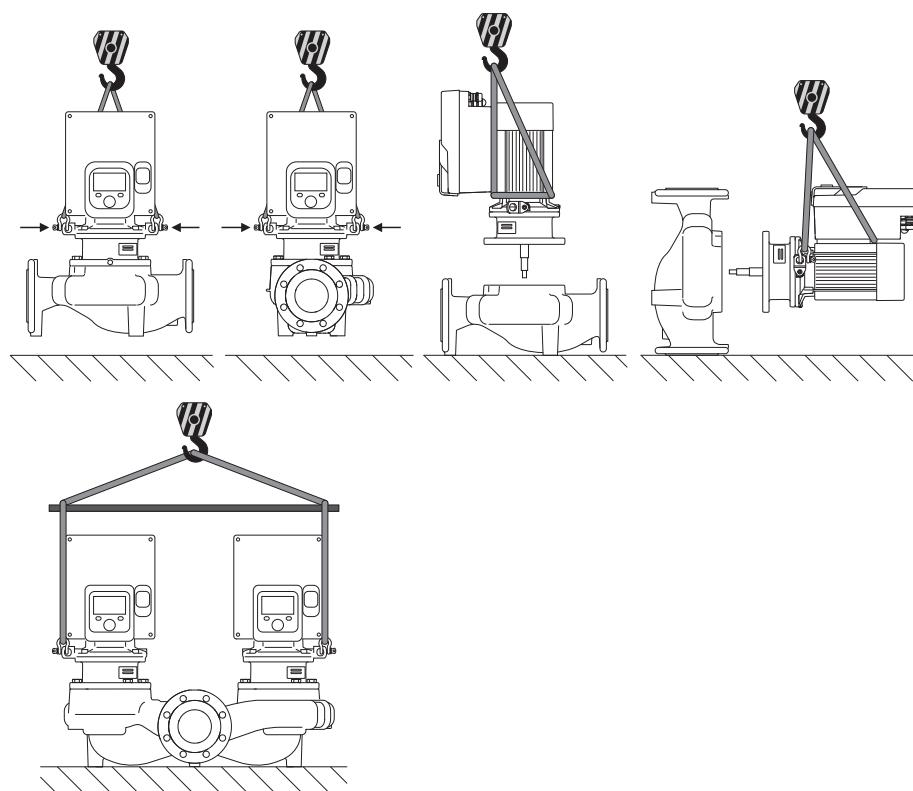

Fig. 6: Ceļšanas virzieni
Sūkņa transportēšana jāveic ar atļautām kravas pārvietošanas pierīcēm (polispastu, celtni utt.). Kravas pārvietošanas pierīces jānostiprina pie motora atloka esošajām transportēšanas cilpām. Ja nepieciešams, spiediet pacelšanas cilpas zem adaptera plates (Fig. 6).
2. Ievietojamo moduli (Fig. 4) drošības dēļ ar piemērotiem kravas pacelšanas līdzekļiem nostiprināt pie transportēšanas cilpām. Lai vienība neapgāztos, aplieciet siksnu ap motoru un elektronikas moduļa adapteri atbilstoši Fig. 6. Nostiprinot nepieļaujiet elektronikas moduļa bojašanu.